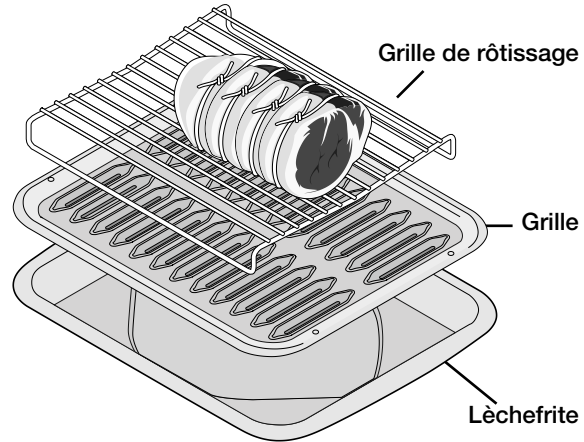

Fig. 1
4. Placez la nourriture (côté gras vers le haut) sur la grille de rôtissage (fig. 1).